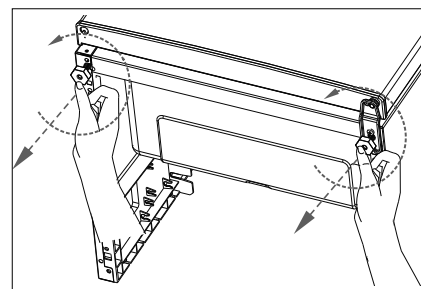

Fig. 1
- ▶ Ruotare brevemente il regolatore di temperatura (1) oltre la posizione 1 portandolo in posizione ●. Si avverte uno scatto. L'apparecchio si spegne. Scollegare la spina (8) dalla presa elettrica.
- ▶ Estrarre i cassetti di congelamento (9) e i ripiani di vetro (2/3) dal congelatore come descritto nel capitolo seguente.
- ▶ Ruotare entrambi i piedi dell'apparecchio (7) in senso antiorario (fig. 1).
- ▶ Tenere chiusa la porta del vano congelatore (4).